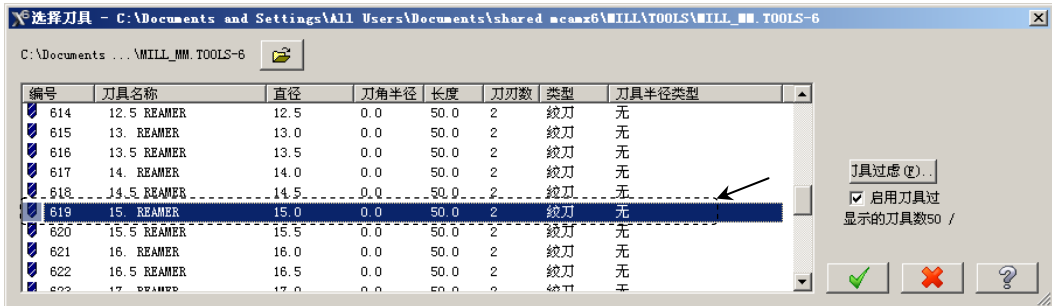

图 16.21 “选择刀具”对话框
Step4. 选择刀具。在“2D 刀具路径 – 钻孔/全圆铣削 深孔钻-无啄孔”对话框中单击 **选择刀具** 按钮，系统弹出“选择刀具”对话框，在该对话框的列表框中选择图 16.21 所示的刀具。单击 **✓** 按钮，关闭“选择刀具”对话框，系统返回至“2D 刀具路径 – 钻孔/全圆铣削 深孔钻-无啄孔”对话框。